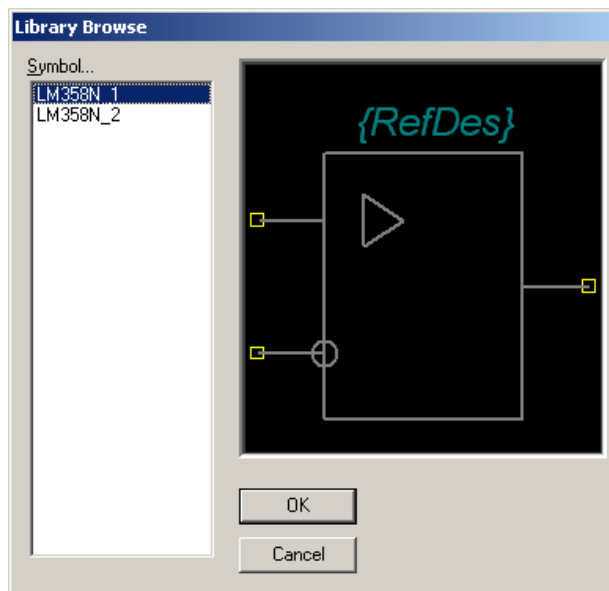

Рис. 21 Выбор символа для первой секции
- 8.9 В появившемся окне выберите символ с именем **LM358N_1** (рис. 21) и нажмите **OK**.